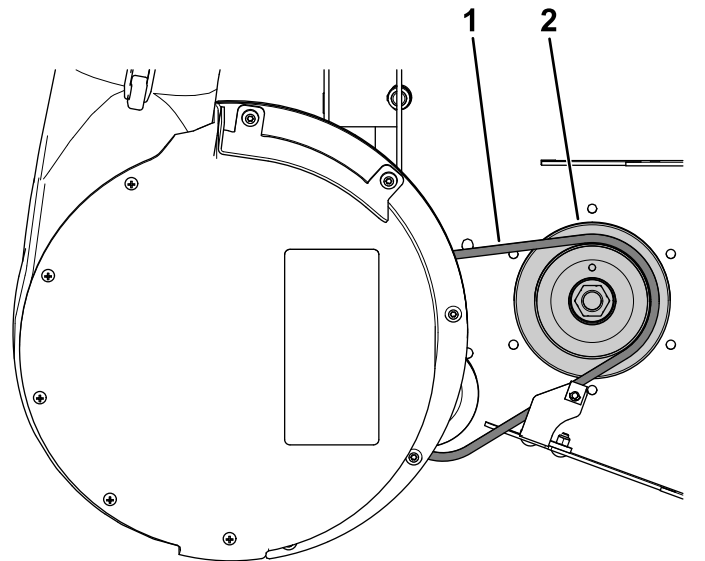

Bild 46
1. Ziehen Sie die gefederte Spannscheibe zurück und verlegen den Gebläseriemen um die Antriebsscheibe (Bild 46).